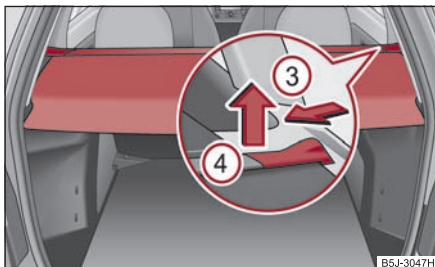

Fig. 81 Portbagajul: Demontarea măștii rulante de protecție a portbagajului
- Pentru transportarea bagajelor voluminoase, masca rulantă a portbagajului se poate demonta, apăsând cursorul dintr-o parte, în direcția săgeții ③ și trăgând masca în sensul indicat de săgeata ④ ⇒ fig. 81.